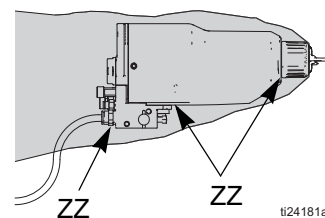

Fig. 13. Auf Materialleckagen prüfen
Während des Betriebs in regelmäßigen Abständen prüfen, ob in den Öffnungen des Pistolenabdeckblechs (ZZ) Material vorhanden ist. Siehe hierzu FIGURE 13. Material in diesen Bereichen deutet darauf hin, dass Spritzmaterial auch hinter das Pistolenabdeckblech geflossen ist, was auf Undichtigkeiten an den Materialrohrverbindungen oder den Materialdichtungen zurückgehen kann.